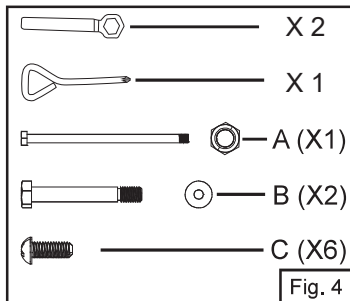

Fig. 4
2. Voir l'emballage pour les pièces et le matériel inclus avec votre appareil (Fig. 4).